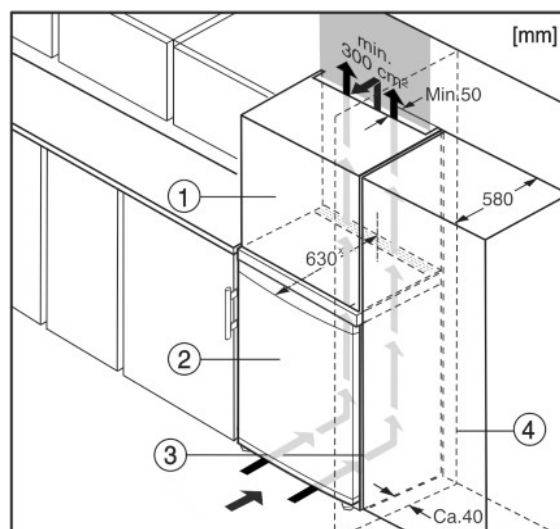

Fig. 6
(1) Nástavná skříňka
(2) Přístroj
(3) Kuchyňská skříň
(4) Stěna
Spotřebič lze zabudovat do kuchyňských skříní. K vyrovnání spotřebiče Fig. 6 (2) na výšku kuchyňské linky lze na přístroj nasadit nástavec Fig. 6 (1).*
Při montáži do kuchyňských skříní (hloubka max. 580 mm) lze přístroj instalovat hned vedle kuchyňské skříně Fig. 6 (3). Přístroj přesahuje přední stěnu kuchyňské skříně na stranách o 34 mm* a uprostřed o 50 mm*.*
Když se přístroj instaluje závěsy vedle stěny Fig. 6 (4), musí být vzdálenost přístroje od stěny alespoň 40 mm. To odpovídá přesahu madla při otevřených dveřích.